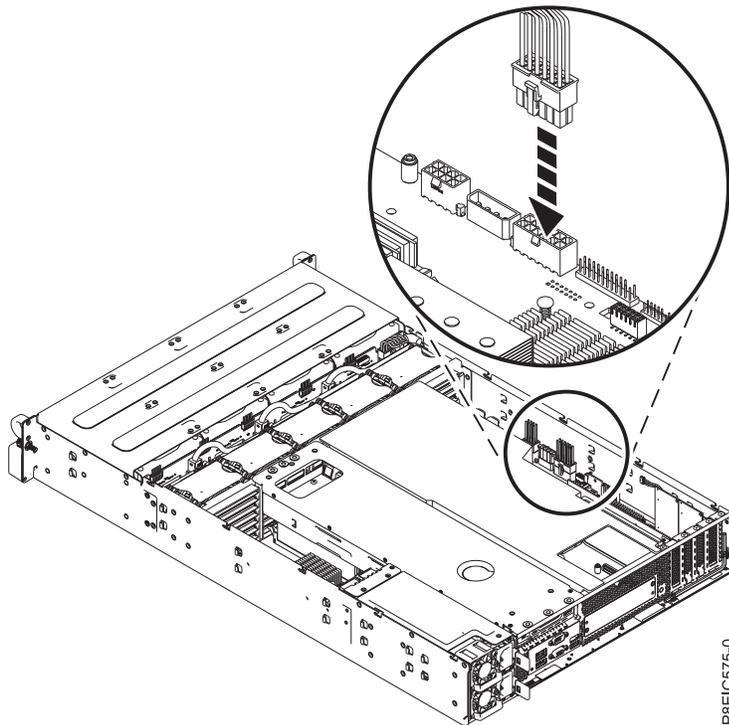

Abbildung 87. Netzkabel des Laufwerks an der Vorderseite anschließen
20. Tauschen Sie das Netzkabel des Laufwerks an der Vorderseite an der Systemrückwandplatine aus (siehe Abb. 87). Stellen Sie sicher, dass die Kabelklemme am Anschluss einschnappt.